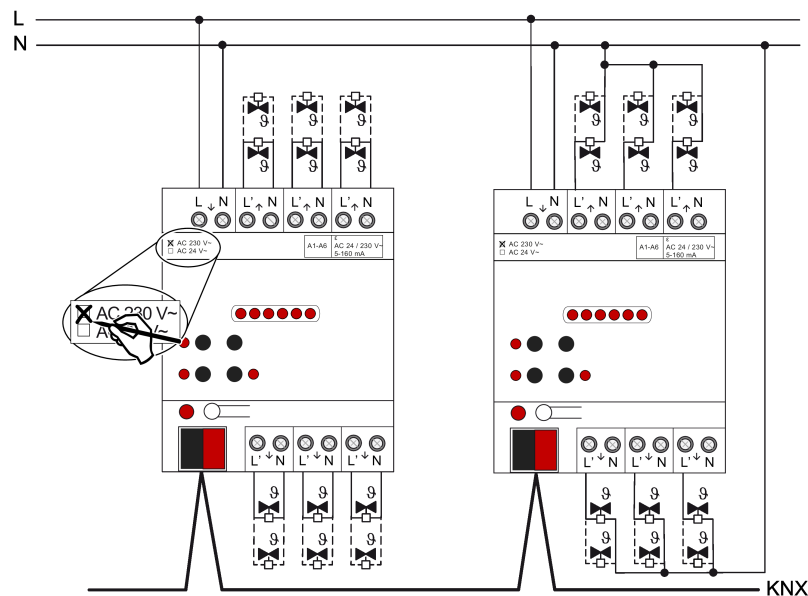

Figure 3: Raccordement de moteurs électrothermiques 230 V AC (exemples de raccordement)
- Raccorder les servomoteurs 230 V AC conformément au schéma de raccordement (voir figure 3). Les conducteurs neutres des servomoteurs peuvent être raccordés soit directement aux bornes neutres des sorties de l'actionneur de chauffage (exemple de raccordement à gauche), soit communément à un potentiel neutre adapté (par ex. borne de conducteur neutre dans le tableau de distribution) (exemple de raccordement à droite). Le raccordement du conducteur neutre des servomoteurs directement à l'actionneur n'est pas obligatoirement nécessaire.